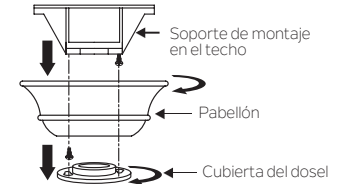

Fig. 5
**Paso 1.** Retire la cubierta inferior de la cubierta decorativa de la cubierta girando la cubierta hacia la izquierda. (Fig. 5)
**Paso 2.** Retire el soporte de montaje del techo de la cubierta quitando (y guarde) uno de los dos tornillos. Afloje el tornillo restante media vuelta. (Fig. 5)